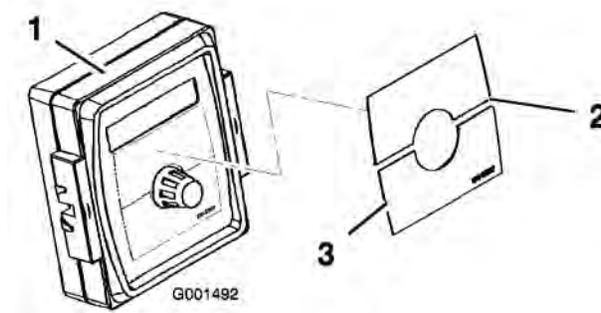

Figura 22
4. Aplique la pegatina Spray Pro al monitor (Figura 22).